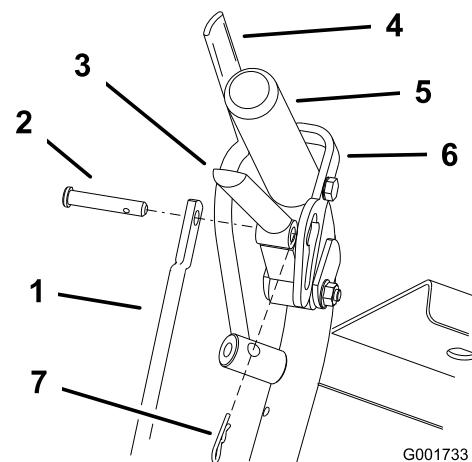
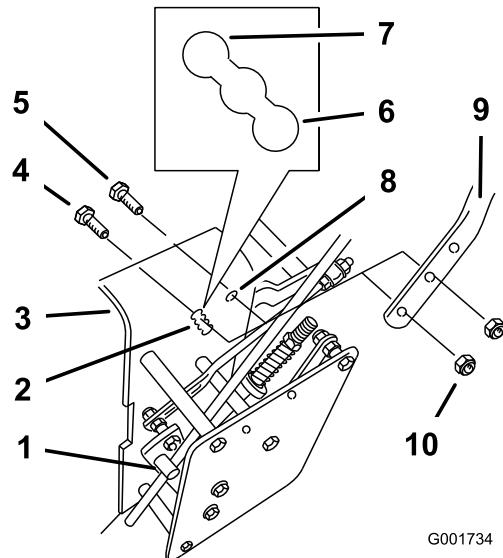

Figura 18
Figura 19
1. Staccate le coppiglie e i perni con testa dalle leve della trazione e dai dispositivi di blocco in folle (Figura 18).
2. Allentate il bullone flangiato (3/8 x 1-1/4 poll.) e il dado flangiato superiore che assicurano la stegola al telaio posteriore (Figura 19).
3. Rimuovete il bullone flangiato (3/8 x 1 pollice) e il dado flangiato inferiore che assicurano la stegola al telaio posteriore (Figura 19).
5. Regolate la lunghezza dell'asta di comando ruotando l'asta sul relativo raccordo (Figura 18 e Figura 19).
6. Montate la coppia tra la leva di trazione e il dispositivo di blocco in folle inserendola nel perno con testa (Figura 18).